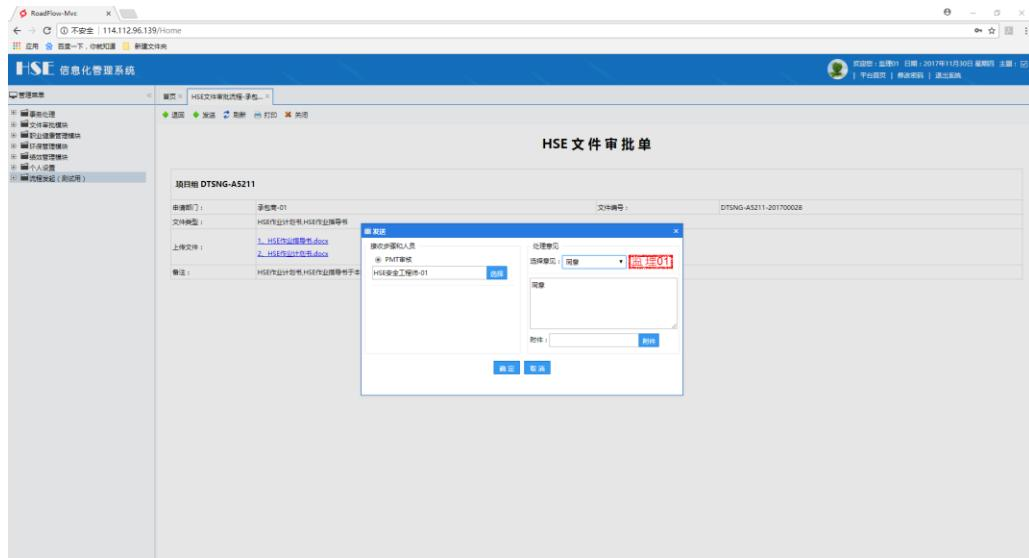

图 5.2-10 发送给 PMT 审批
2. 审查表单内容，内容合格无误后发送给 PMT 进行审批，如图 5.2-10 所示：